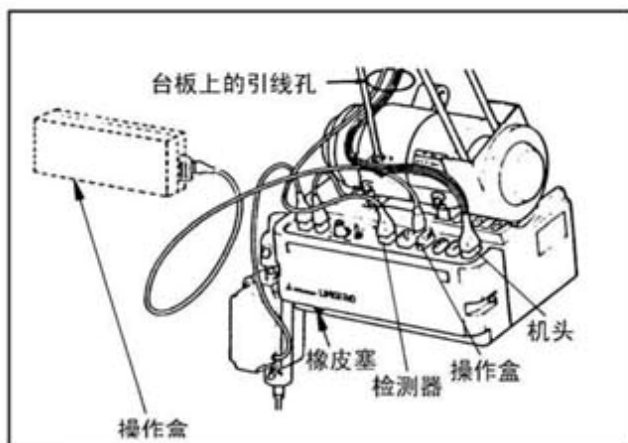

图 3
如果要改变电机的旋转方向，取下电机前左侧底部的橡皮塞（如图 3），然后，按下内部方向选择开关。从皮带轮方向看，电机逆时针方向旋转时，内部选择开关的指示灯“关”，反则为“开”。缝纫机出厂运输之前，皮带轮转向设为逆时针方向。
1) 控制箱应如图 3 所示连接。